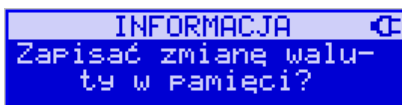

Rys.1. Potwierdzenie poprawności danych
- Po zatwierdzeniu kursu drukarka drukuje w/w parametry zmiany waluty w celu potwierdzenia ich poprawności podpisem użytkownika (Rys.1). Jeżeli dane na wydruku będą niepoprawne, należy nacisnąć klawisz **C**. Wówczas drukarka powróci do edycji tych danych, gdzie będzie możliwa ich korekta lub anulowanie wprowadzenia waluty.